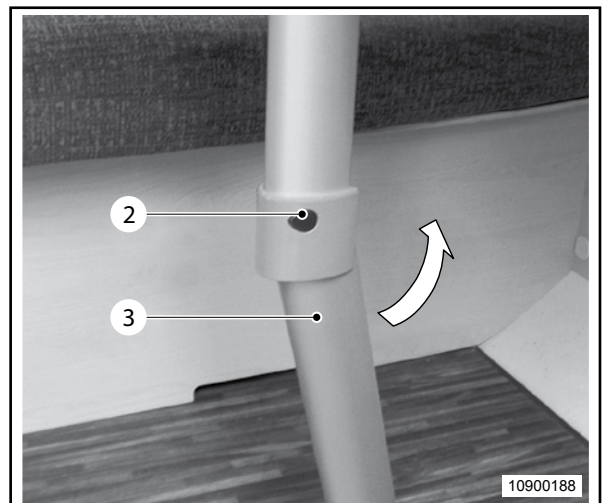

Abb. 12 Tischfuß knicken
3. Die Entriegelungstaste am Tischfuß (Abb. 12, Pos. 2) drücken und gedrückt halten.
4. Unteres Tischfußsegment (Abb. 12, Pos. 3) in Pfeilrichtung bis zur Raststellung umklappen.